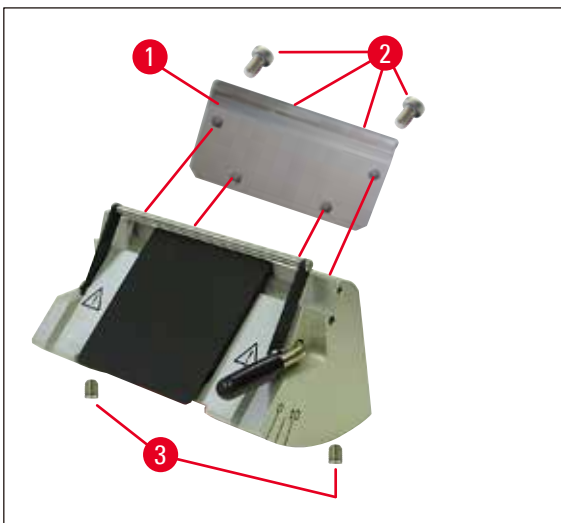
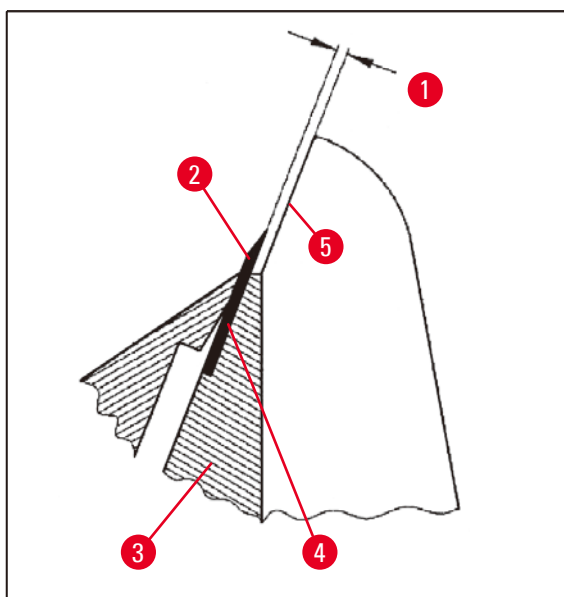

図 34
図 35
- 取り付ける際には、プレッシャープレート(→ 図 40-4)上端が背面プレッシャープレート(→ 図 40-2)と平行で同じ高さになるように注意してください（36ページの(→ 46ページ - 図 34)、(→ 47ページ - 図 35)）。必要に応じてプレッシャープレートの調整を行います(→ 50ページ - 5.9.10 アクセサリー一覧)